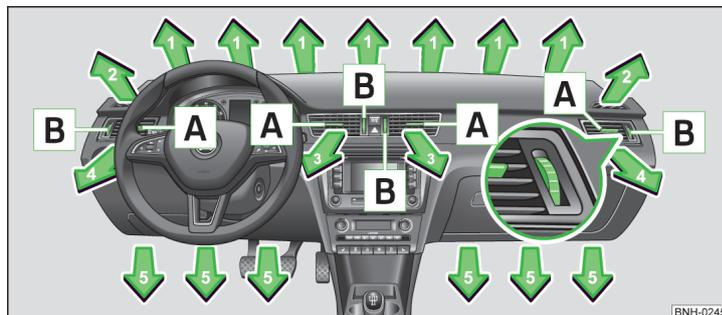

Fig. 80 Bocchette di ventilazione
Le bocchette di ventilazione **3** e **4** » fig. 80 consentono di modificare la direzione del flusso dell'aria e possono essere aperte e chiuse singolarmente.
- Ruotare le lamelle orizzontali verso l'alto o verso il basso con l'ausilio dell'elemento di regolazione scorrevole **A** » fig. 80 per regolare l'entità del flusso dell'aria.
- Ruotare il regolatore **B** » fig. 80 verso l'alto o verso il basso.